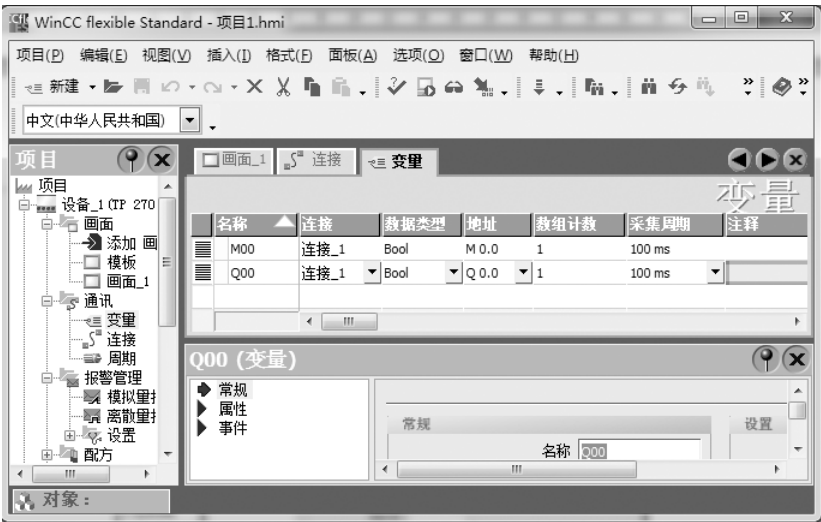

图 10-57 变量编辑器
4) 变量的生成与属性的设置。双击“变量”自动生成“变量编辑器”，如图 10-57 所示。双击“名称”下面的空白，自动生成变量，将“变量 1”重命名为“M00”，将“变数 2”重命名为“Q00”，将两者数据类型都改为“BOOL”，将“M00”的地址改为“M0.0”，将“Q00”的地址改为“Q0.0”，保存以上设置。